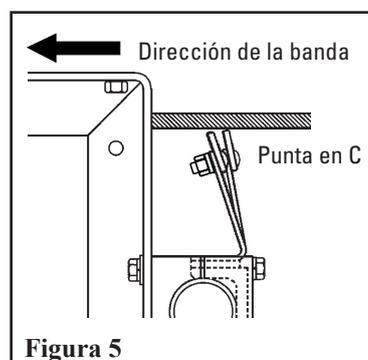

Figura 5
5. **Fije la tensión de la hoja.** Afloje los 4 tornillos de sujeción del bloque de la mordaza (en la parte posterior de los soportes de montaje) y gire la contratuerca de ajuste superior en cada lado hasta que las hojas hagan un contacto leve en el ancho completo de la banda. Realice 3 vueltas completas adicionales en las tuercas de ajuste para tensar las hojas. Apriete las tuercas de ajuste inferiores y los 4 tornillos de sujeción del bloque de la mordaza (Figura 5).
- 5. Revise la tensión de la punta de la hoja.** Jale hacia atrás la hoja exterior en la dirección del recorrido de la banda hasta que la hoja ya no haga contacto con la banda. Suelte la hoja. Con la tensión correcta el grosor completo de la punta de la hoja adyacente debe ser visible en la parte delantera de la hoja exterior (Figura 5). Revise de la misma manera la hoja del centro. Agregue tensión en incrementos de ½ vuelta en las tuercas de ajuste de tensión del perno de ajuste hasta que pueda ver el grosor completo de la punta de la hoja adyacente.